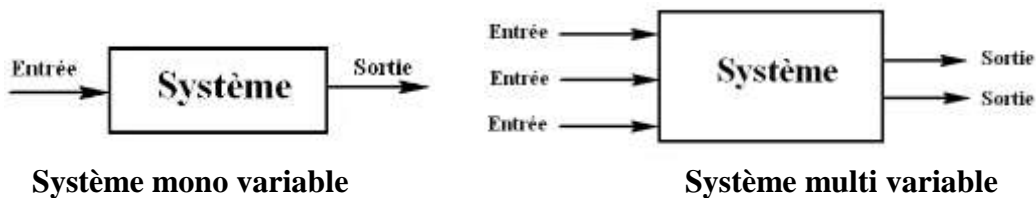

Figure I.1 : Schéma fonctionnel (schéma bloc) d'un système
**Définition I.2 :** un système est un assemblage de composants ou éléments de manière à produire une fonction ou tâche donnée. Il possède un ou plusieurs signaux d'entrée exogène (extérieures au système) et un ou plusieurs signaux de sortie. Un système est dit mono variable si son entrée, ainsi que la sortie considérée sont uniques. Dans les autres cas le système est dit multi variable. Il est courant de représenter un système ou un des éléments le composant à l'aide d'un schéma, dit schéma bloc (ou diagramme fonctionnel). La Figure I.1 fournit un exemple d'une telle représentation.